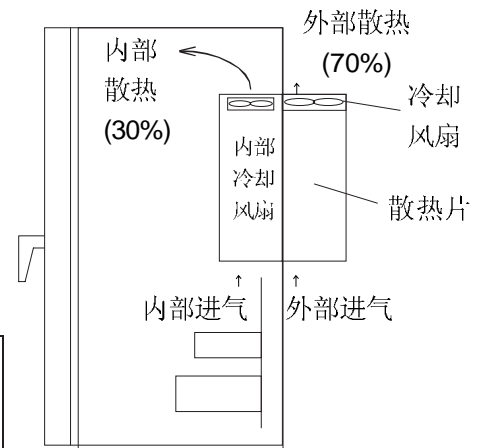

图 2-2-2 外部冷却方式
- 变频器出厂时, 都为柜内冷却安装方式。对 ≤ 22kW 主变频器, 要追加安装架选件, 对 ≥ 30kW, 只要移动原安装架, 都能实现如图 2-2-2 所示那样的外部冷却安装方式。